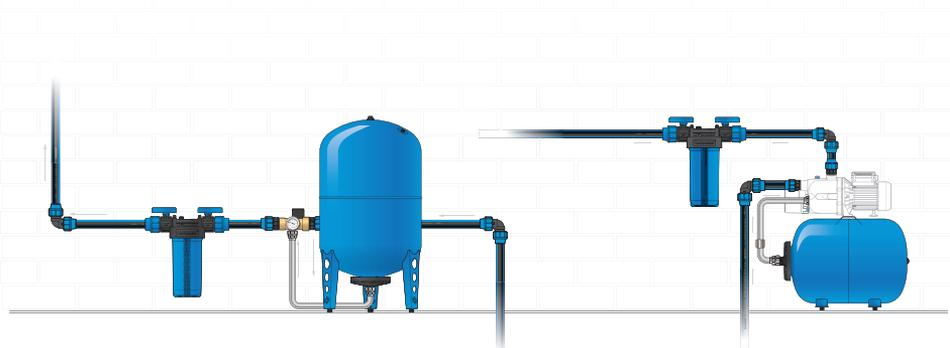

Рисунок 5
5.1. Монтаж гидроаккумулятора (рисунок 5)